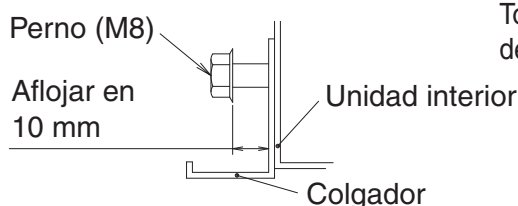
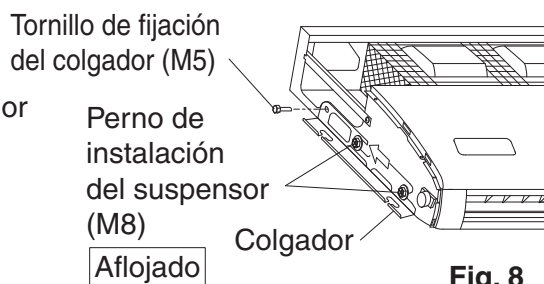

Fig. 7
Fig. 8
- Afloje 2 pernos para instalar el colgador en ambos lados (M8) (4 puntos, a la izquierda y a la derecha) en 10 mm. **(Refiérase a la Fig. 7 y Fig. 8)**
- Retire el tornillo de sujeción para el colgador, situado en la parte posterior (M5), y tire del colgador hacia atrás (en la dirección indicada por la flecha) para retirarlo. **(Refiérase a la Fig. 8)**